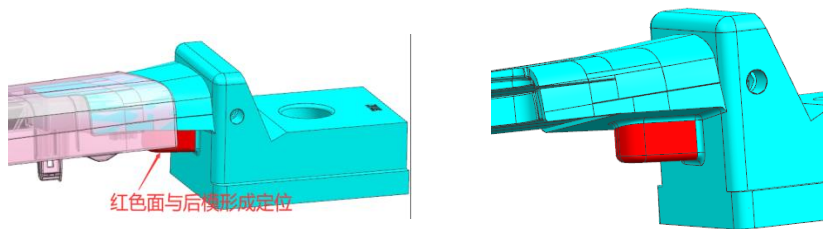

图 4-5 创建定位机构
3. 滑块成型位全部在前模的后模滑块，在滑块成型位与型芯之间应设计_____结构，如图 4-5 所示。